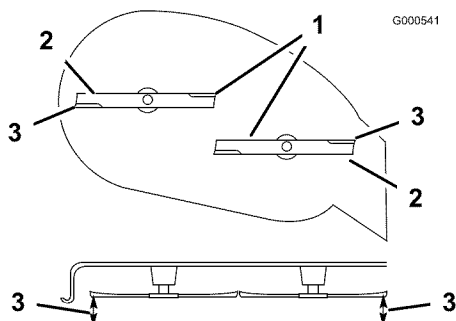

Figura 38
5. Gire cuidadosamente la(s) cuchilla(s) colocándola(s) perpendicularmente al sentido de avance de la máquina (Figura 38).
6. Mida entre los bordes de corte exteriores y la superficie plana (Figura 38). Si hay una diferencia de más de 5 mm entre ambas dimensiones, se requiere un ajuste; siga con este procedimiento.